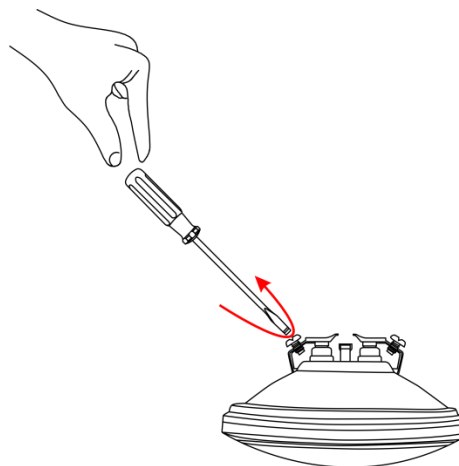

Fig. 04
- 03) Inserire un cacciavite a testa piatta nelle viti e ruotarlo verso sinistra per allentarle leggermente (Fig. 04).